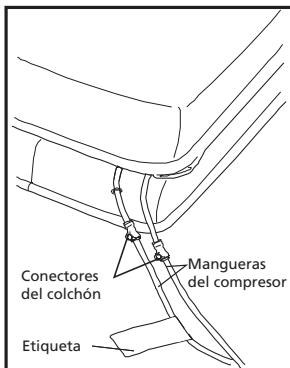

Figura 1 Conector de manguera del colchón
2. Conecte las mangueras del compresor al colchón como se muestra en la figura 1 siguiente: